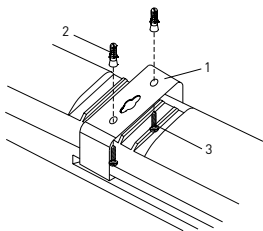

Рисунок 3
6.3.2 Монтаж светильника на рабочую поверхность производить при помощи монтажных скоб и крепежа, входящего в комплект поставки (рисунок 3):